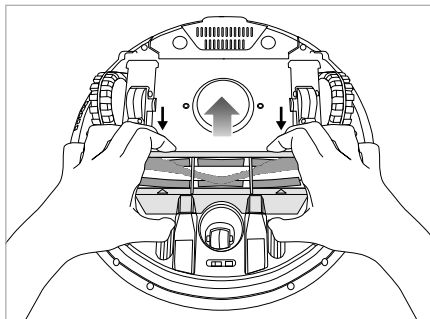

Abb. 15
- 1) Drücken Sie die Oberseite der Bürstenrollenabdeckung **23** zurück, um sie vom Gerät abzunehmen (siehe Abb. 15).